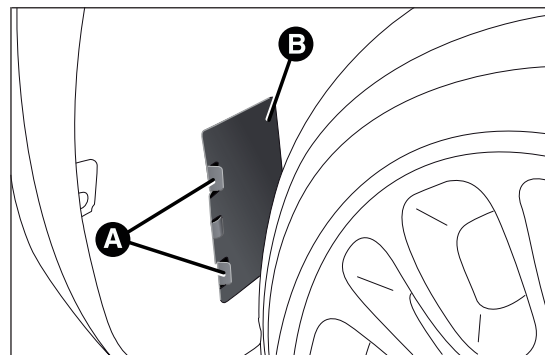

fig. 123
- ☐ actuar en las lengüetas A fig. 123 y retirar la tapa B;
- ☐ actuar en las lengüetas A y retirar la tapa B fig. 123;